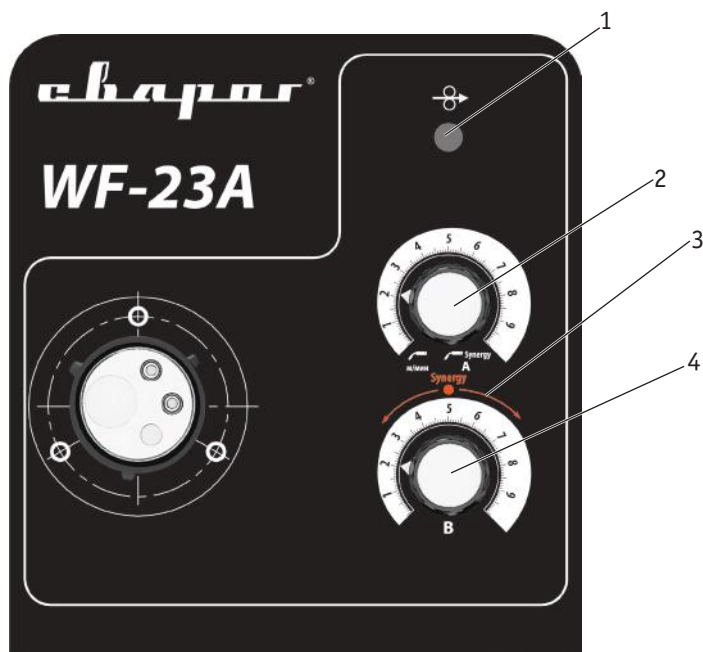

Рис. 7.2. Передняя панель механизма подачи проволоки.
1. Панель управления (См. рис. 7.2)